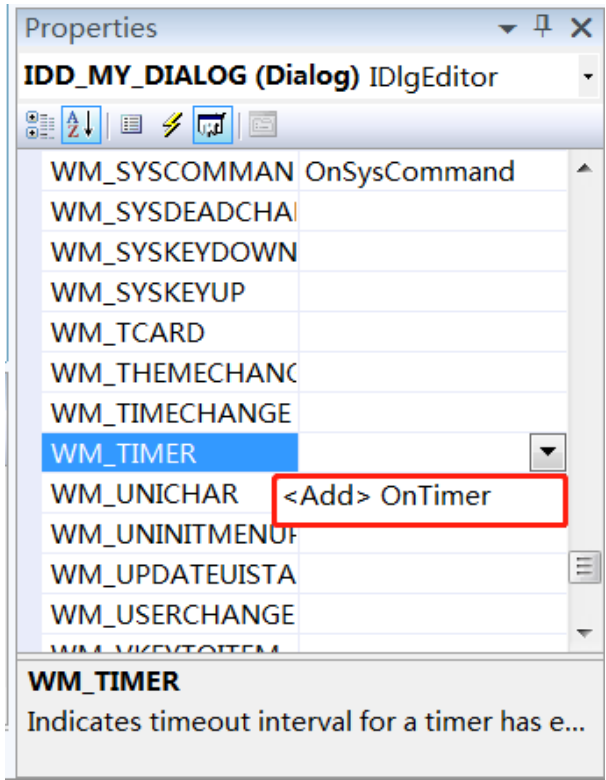

图26
13、在窗体的属性视图添加消息处理函数，这里我们双击红框，加入定时器，以便获取规划位置、规划速度等变量的实时变化，如图26